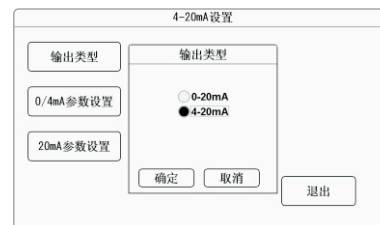

图2-39
- ◆ 输出类型：点击输出类型弹出如图2-39所示界面，选择0-20mA或4-20mA输出，选定后按【确定】键确认。